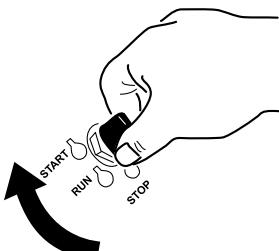

Figura 14
1. Gire la llave de contacto a la posición de Arranque (Figura 14). Cuando el motor arranque, suelte la llave.
6. Gire la llave de contacto a la posición de Arranque (Figura 14). Cuando el motor arranque, suelte la llave.